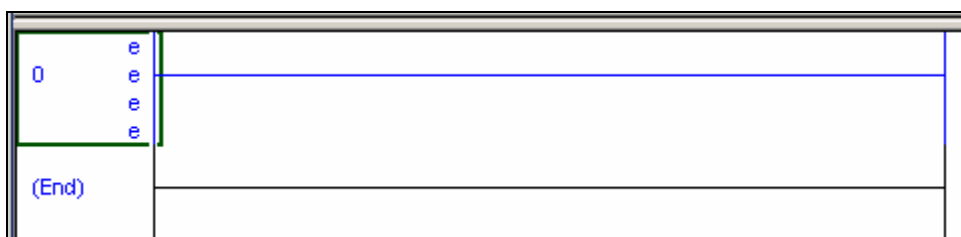

图 4-30 编程窗口
28. 在弹出的编程窗口中编写主例程。注意出现在右边窗口的梯级，此梯级处于Edit模式，在梯级的左边标着“e”。现在可以添加指令和梯级了，如图4-30所示。